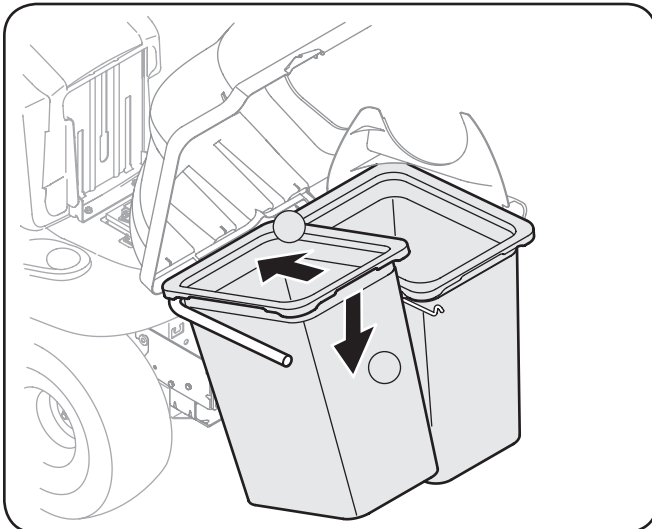

Figure 4-18
- Installez les deux assemblages de sacs avec les côtés du grillage serrés faisant face vers l'avant, sur les supports de fixation des sacs en insérant d'abord le bord avant, comme illustré à la figure 4-18 et en déposant le bord arrière jusqu'à ce qu'il s'insère dans l'assemblage.